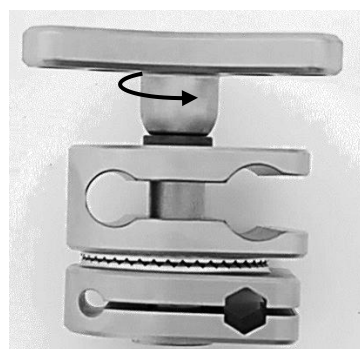

Fig. 20
Ruotare la manopola a stella (1) in senso antiorario fino a quando è possibile rimuoverla (fig. 20).